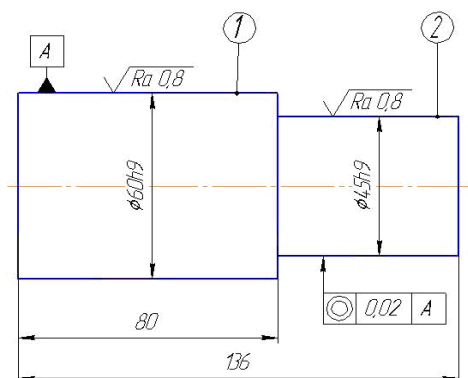

Рисунок 1
- Качество обработки поверхности 1 (рис.1) задано...
7. Выбрать способ обработки вала (рис.1) при одновременном шлифовании НЦП $\varnothing 45h9$ мм и $\varnothing 60h9$ мм
10. Назначить способ получения заготовки для вала (рис.1), если она изготавливается в условиях единичного производства из стали 45
15. Выбрать правильный маршрут обработки вала (рис.1) в условиях серийного производства: